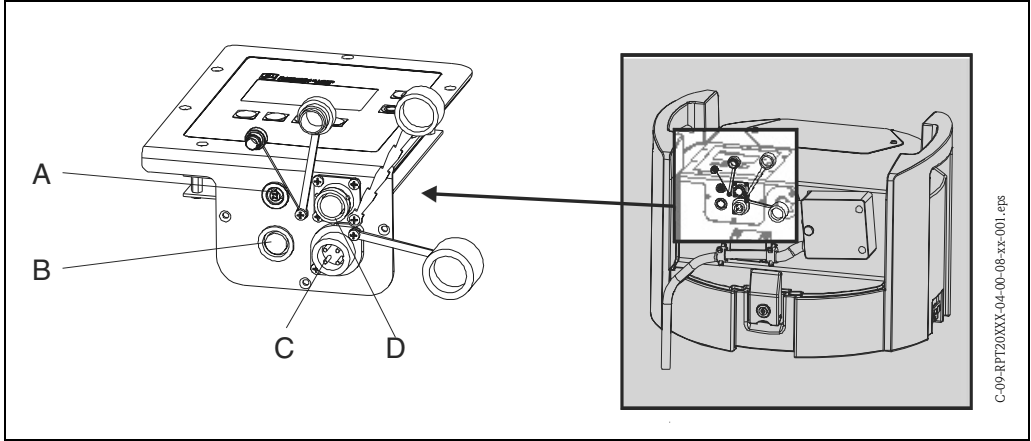

Fig. 4: Collegamento elettrico dell'unità
4.1.1 Connessioni per cavi di segnale (→ Fig. 4, pos. B)
4.1.2 Connessione dell'interfaccia RS232 (→ Fig. 4, pos. A)
4.1.3 Connessione del caricabatteria (→ Fig. 4, pos. C)
4.1.4 Connessione della sonda multiparametrica (opzionale; → Fig. 4, pos. D)